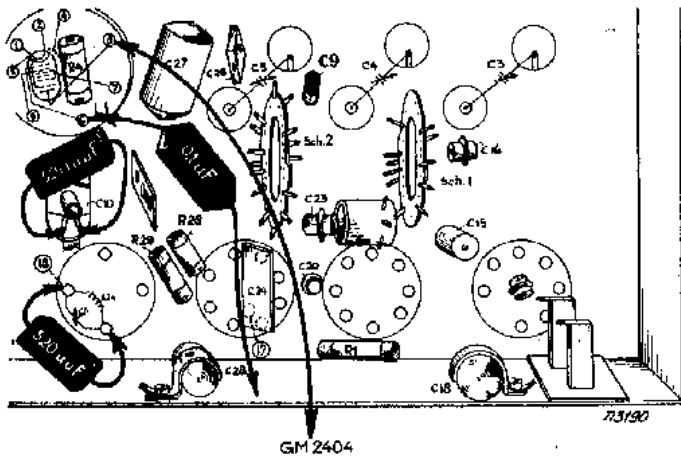

Fig. 3
- C10 shunten met een condensator van 320 μF (zie fig. 3).
- Aperiodische versterker GM 2404 aansluiten aan anode van L1 (zie fig 3).
- Eerste rooster van de menglamp aarden via condensator van 0,1 μF (zie fig. 3).
- C9 trimmen op maximum output (zie fig. 3).